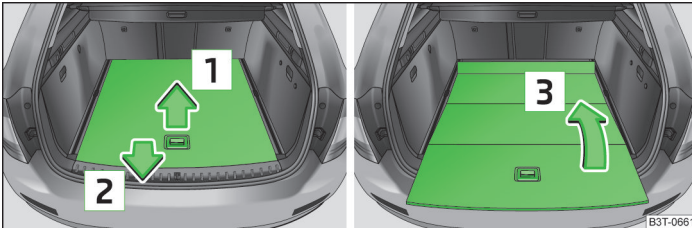
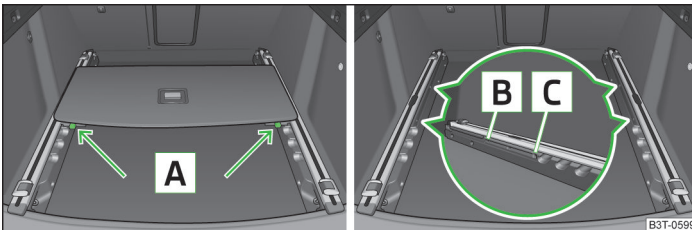

Abb. 99 Gepäckraum: variablen Ladeboden zusammenklappen
Abb. 100 Gepäckraum: variablen Ladeboden ausbauen
- › Den hinteren Teil des Bodens am Griff fassen, in Pfeilrichtung **1** etwas anheben » Abb. 99 und über den Stoßfänger in Pfeilrichtung **2** herausziehen, bis dieser in der Öffnung **C** einrastet » Abb. 100.
- › Durch Bewegungen in Pfeilrichtung **3** » Abb. 99 den Ladeboden zusammenklappen.
- › Die Sicherungstasten **A** drücken » Abb. 100 und den Boden herausnehmen.
- › Den Boden nach vorn schieben, bis dieser in den Öffnungen **B** in den Tragschienen einrastet » Abb. 100.